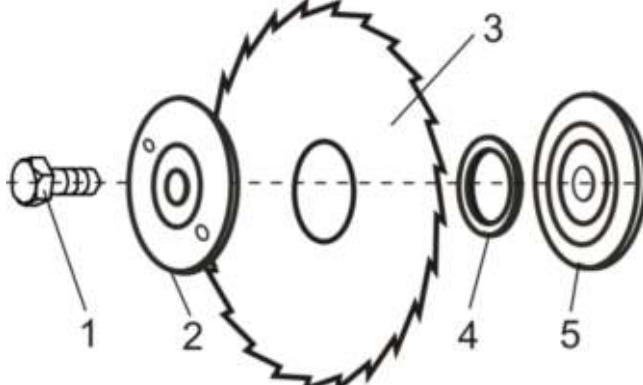

Рис. 4
- выкрутить винт M8X16 (рис. 4, п. 1) из шпинделя.
- снять наружный фланец (рис. 4, п. 2).